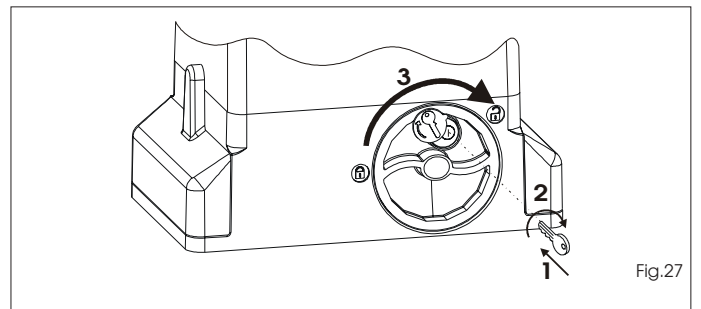

Fig.27
- 1) Introduzca la adecuada llave en dotación y gírela en sentido horario como se indica en la Fig. 27 ref. 1 y 2.
- 2) Gire el sistema de desbloqueo en sentido horario hasta el tope mecánico, Fig. 27 ref. 3.